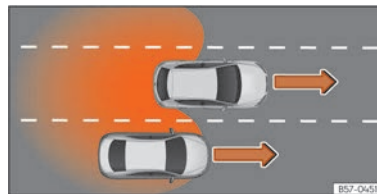

Abb. 118 Überholen auf der mittleren Spur und anschließender Wechsel auf die rechte Fahrbahn.
- Bei Überholung eines anderen Fahrzeugs » (Abb. 118) mit einer Geschwindigkeitsdifferenz von ca. 10 km/h (6 mph). Erfolgt die Überholung wesentlich schneller, erfolgt keine Anzeige.